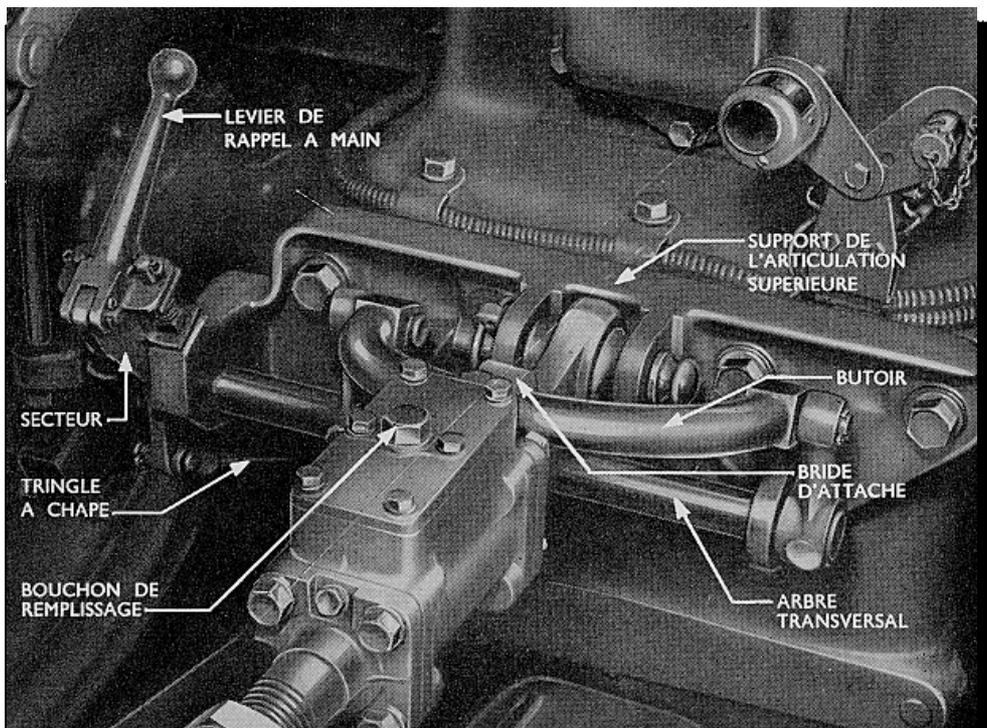

Fig. 55
- (a) Il est nécessaire d'enlever le support de l'articulation supérieure déjà en place, et de le remplacer par le support spécial de la même articulation indiqué sur la Fig. 55. Cette pièce est fixée au carter arrière de la transmission par les quatre mêmes boulons et rondelles.
- (k) S'assurer que l'embrayage soit engagé et tirer vers l'arrière le levier de rappel à main de façon que le plongeur du côté droit, freiné par ressort, soit sur la pointe de la came droite, et le plongeur de gauche juste en contact avec la came gauche. (Voir Fig. 55.)
Le bouchon de remplissage et la vis de purge sont clairement indiqués sur la Fig. 55.